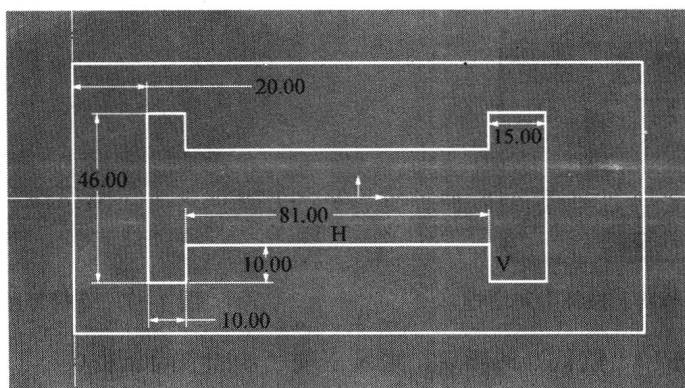
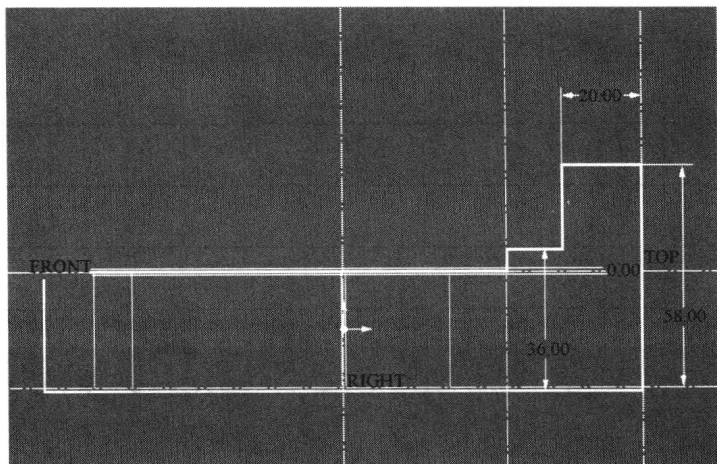

图 1-20 步骤二草绘图形
图 1-22 步骤三草绘图形
STEP 2 草绘图形如图 1-20 所示。
STEP 1 在完成如图 1-20 所示的造型的基础上,用“加材料”的拉伸实体造型方法,在草绘平面选择时,选择实体中与 TOP 面平行的外侧面,进入草绘界面前加选实体上参照边,草绘图形如图 1-22 所示。